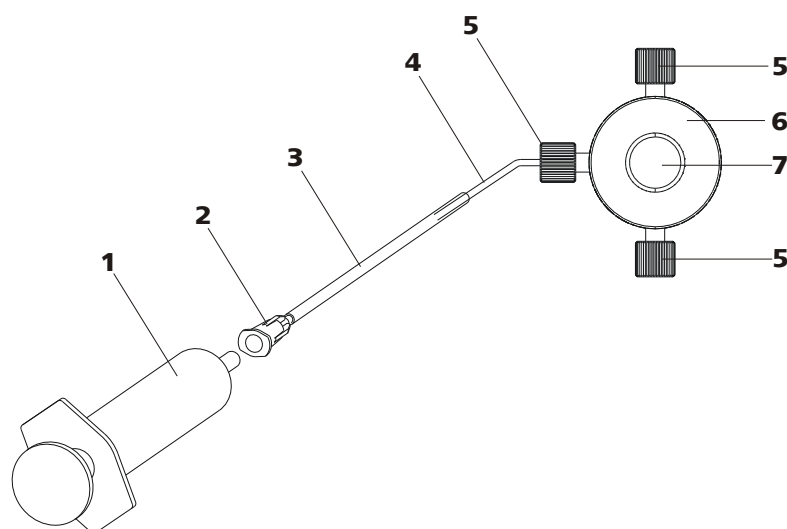

图22 给高压泵排气
高压泵的排气可按以下步骤进行（参见图22，第39页）：
- 将注射器(22-1)插入排气插管的 Luer 式接头(22-2)（参见图 22，第 39 页）。